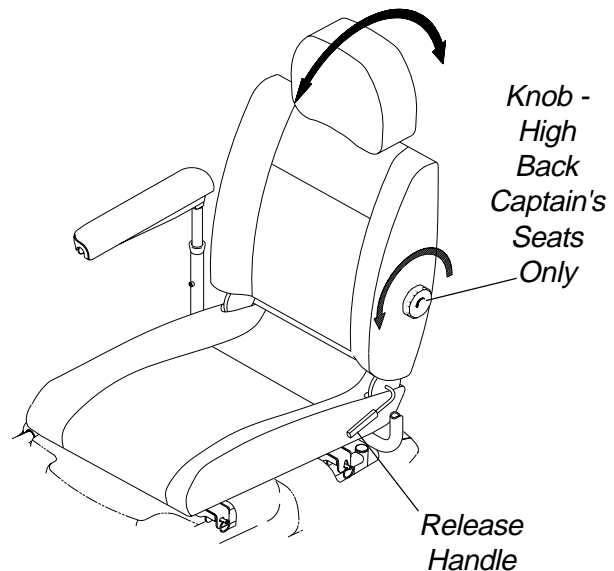

FIGURE 2 - ADJUSTING CAPTAIN'S SEAT
**ADJUSTING CAPTAIN'S SEAT (FIGURE 2)**